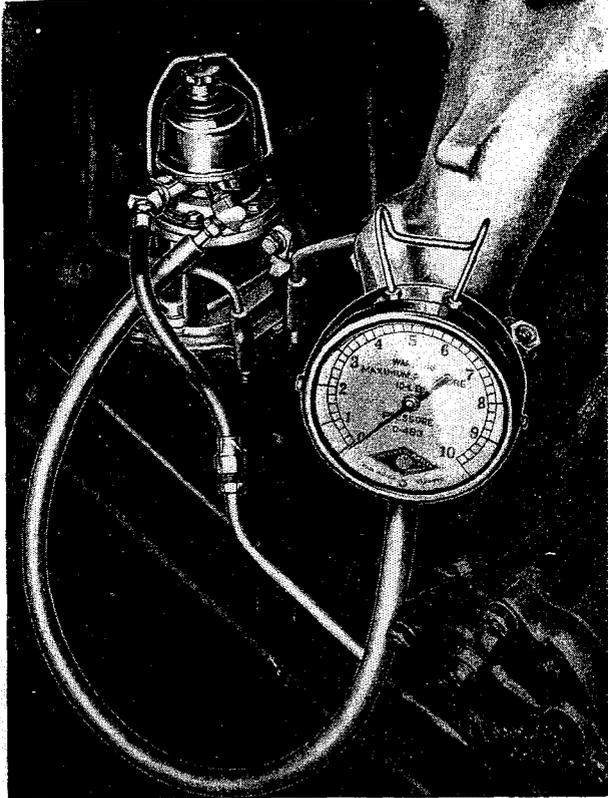

Fig. 12 Druck der Kraftstoffpumpe
8. Prüfe Brennstoff- und Vakuumpumpe. Der Druck der Kraftstoffpumpe ist wichtig, weil zu geringer Druck die Motorleistung beeinträchtigen kann, während zu hoher Druck einen grossen Kraftstoffverbrauch und möglicherweise auch ein Überfließen des Vergasers bewirkt. Sollte irgend ein Zweifel über das normale Arbeiten bestehen, ist der Druck mit dem Manometer, wie in Fig. 12 angegeben, zu prüfen.